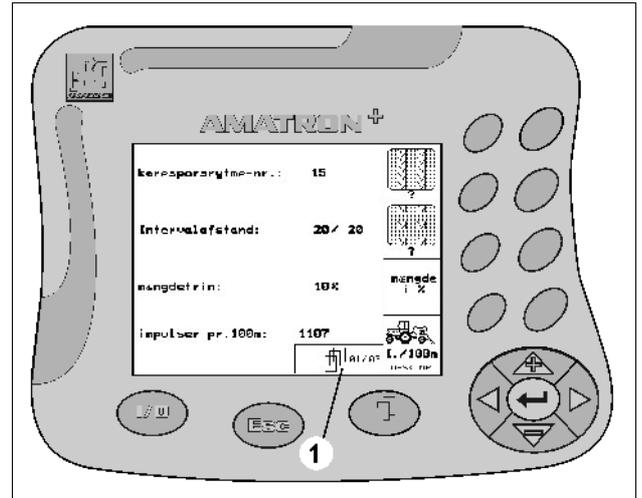

Fig. 10
- Skift mellem de forskellige undermenuer (kun muligt, hvis symbolet (Fig. 10/1) vises i displayet).